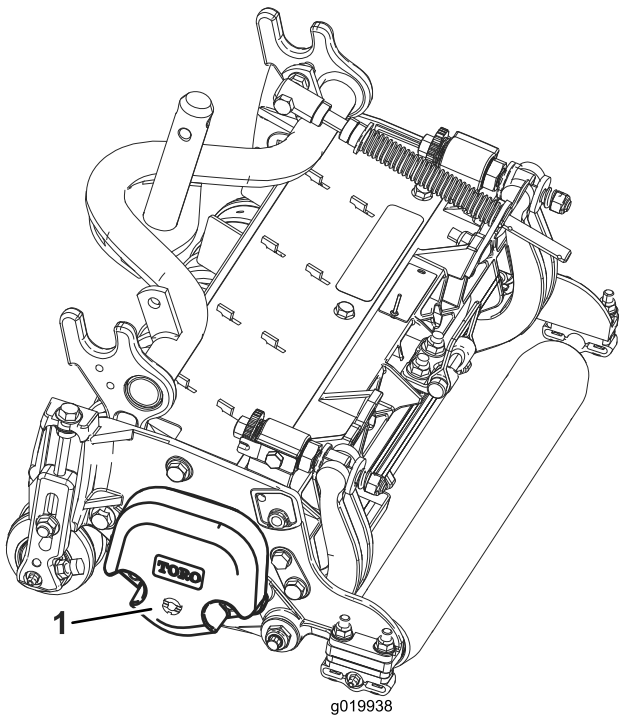

图 3
5. 按照滚刀组图 3 操作员手册的说明确保将配重块安装到滚刀组正确的一端上。